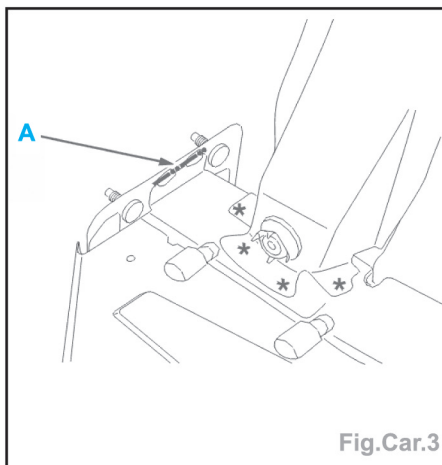

Fig.Car.3
- Découper par fraisage des points (Fig.Car.3).